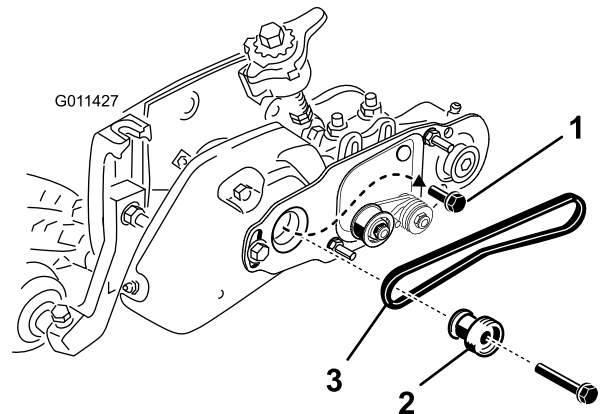

Bild 31
42. Entfernen Sie die Schraube, mit der die Groomerspannscheibe an der Antriebswelle befestigt ist (Bild 31).
43. Setzen Sie die Bürstenantriebsscheibe in die Groomerantriebsscheibe und auf die Antriebswelle (Bild 31). Stellen Sie sicher, dass die Spannscheibennasen im Schlitz in der Antriebswelle sitzen.
44. Schmieren Sie das Gewinde des Bundbolzens (3/8" x 2") mit Loctite ein. Befestigen Sie die Antriebsscheibe mit dem Bundbolzen an der Welle (Bild 31). Ziehen Sie die Kopfschrauben auf 46-54 Nm an.